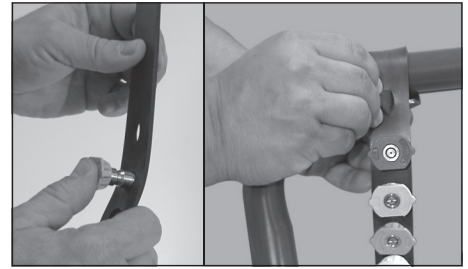

Figure 10 - Insérer des buses de pulvérisation dans le support
2. Insérez les buses de pulvérisation dans la porte-buse de caoutchouc (voir la Figure 10).